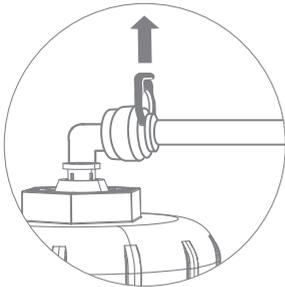

Рис. 29
3. Удалите стопорную клипсу, удерживая цанговое кольцо прижатым к основанию фитинга (рис. 29), аккуратно извлеките пластиковую трубку из посадочного места. При необходимости отсоедините все трубки от корпуса мембраны и извлеките его из скобы крепления.